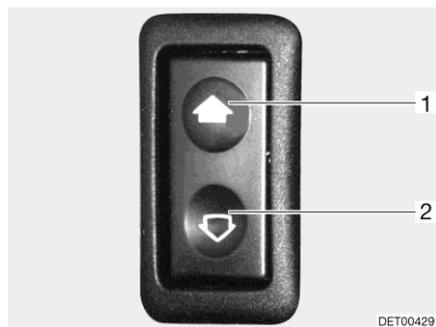

Fig. 24 Interruttore per alzacristalli elettrico
- Apertura:* ■ Premere l'interruttore in basso (Fig. 24,2).
- Chiusura:* ■ Premere l'interruttore in alto (Fig. 24,1).